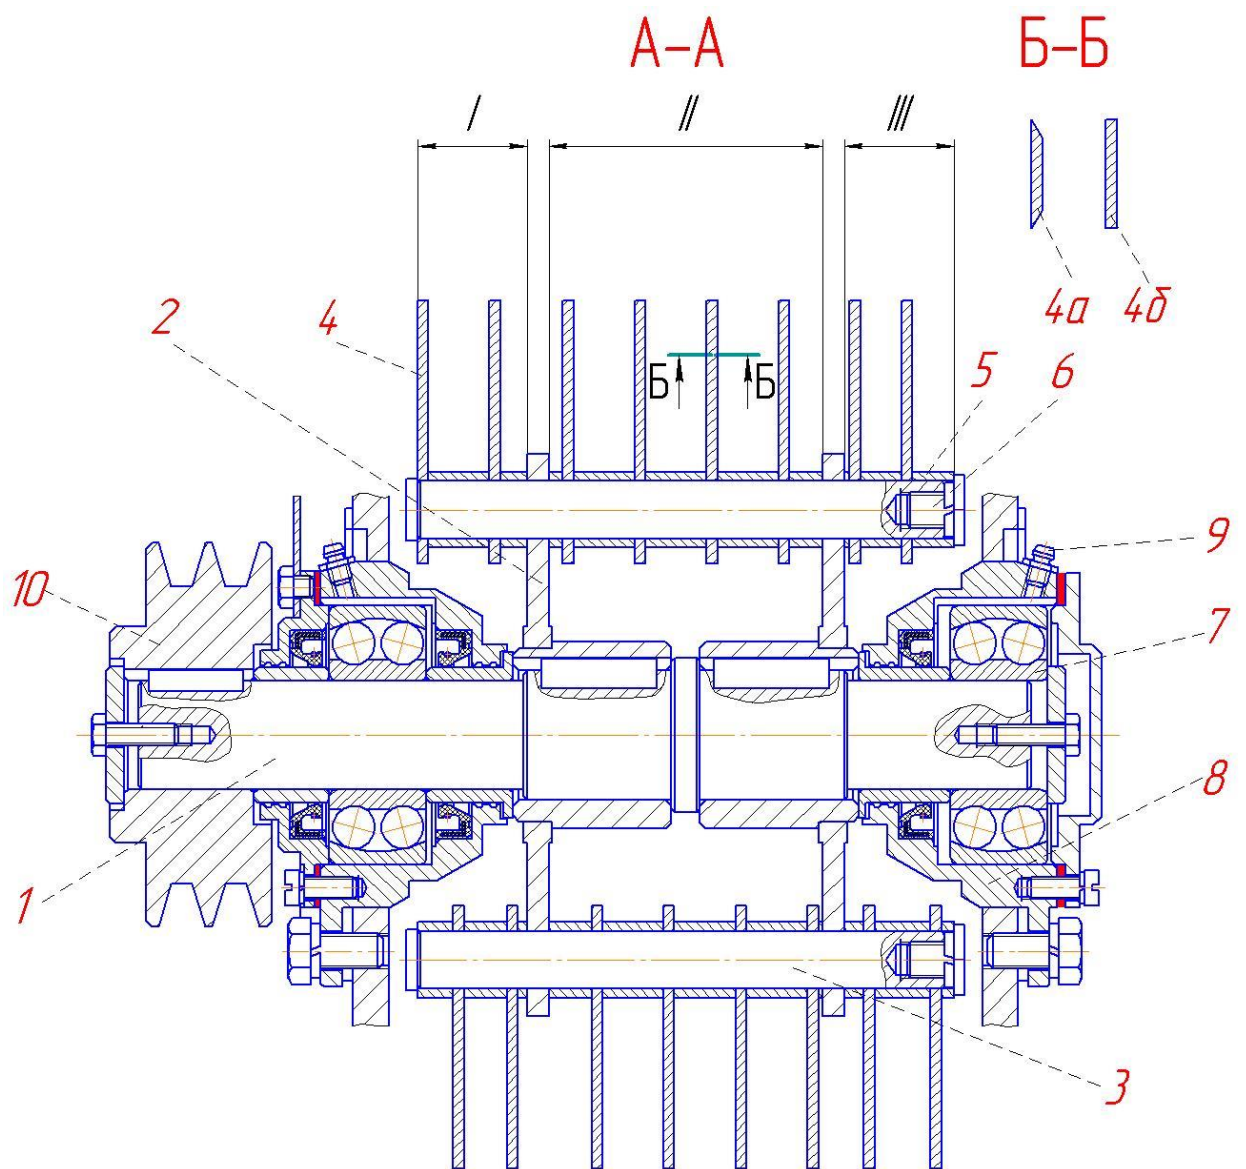

Рис.3 Ротор в сборе.
- г) выкрутить шесть болтов крепления корпусов 8 (Рис.3) подшипников к основанию корпуса Дробилки;
- б) развернуть ротор таким образом, чтобы ось 3 (Рис.3) с молотками, требующими замены, оказалась сверху;
массива материала к одной стенке камеры дробления, располагать молотки на оси согласно схеме на Рис. 3.
| 3 | Через каждые 100 часов работы | Смазать подшипники ротора. Смазку подшипников производить через две пресс-масленки 9 (Рис. 3) смазкой «Литол-24». |